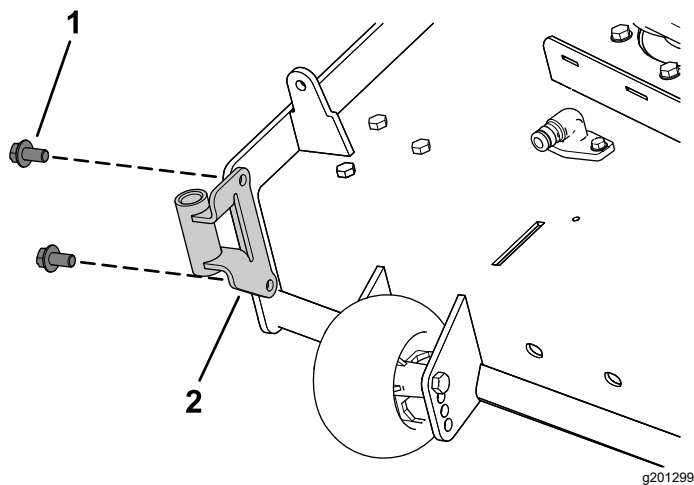

Figura 8
1. Instale el soporte del soplador en la carcasa de corte usando 2 tornillos de cabeza hexagonal con arandela prensada ( $\frac{3}{8}'' \times \frac{3}{4}''$ ), como se muestra en la Figura 8.